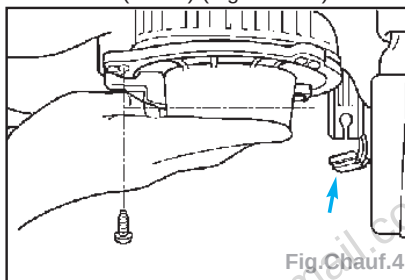

Fig. Chauf.4
- Débrancher le connecteur de faisceau de câbles (flèche) (Fig. Chauf.4).